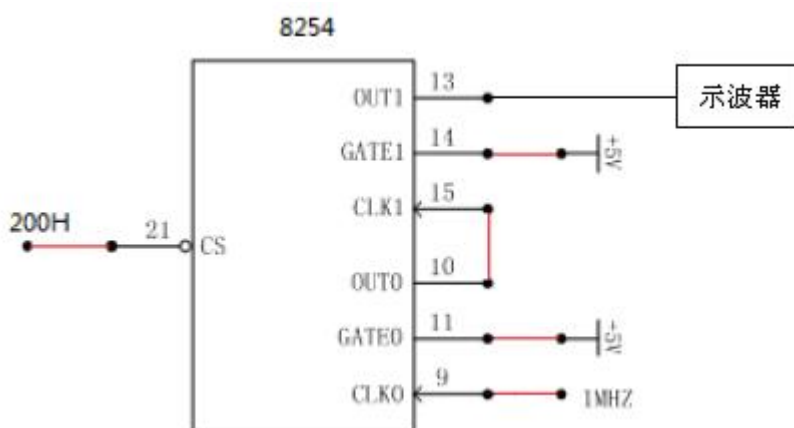

图 1-2 实验连线图
- 2、采用定时器 0 和定时器 1 的级联方式，要求定时器 0 采用 2 方式，定时器 1 采用 3 方式，观测定时器 0 和定时器 1 输出波形（时间常数自定，连接线见图 1-2 示）。